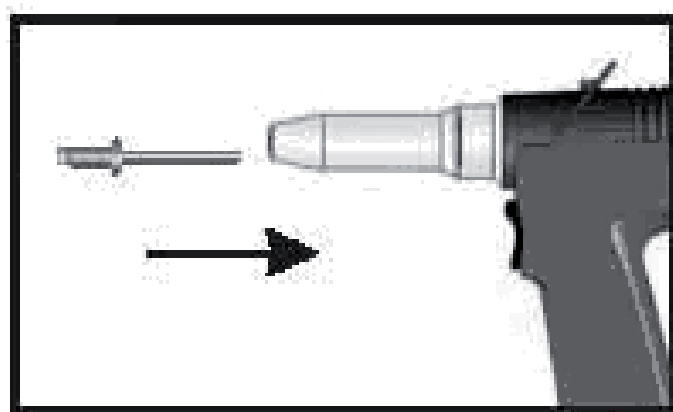

Fig. 04
- Der Blindniet ist, wie in Fig. 04 zu sehen, in Nietaufnahme einzuführen.